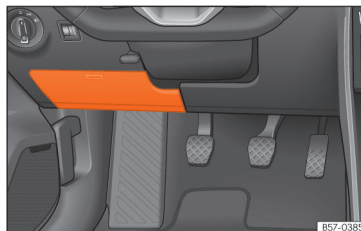

Fig. 199 No painel de instrumentos do lado do condutor: tampa da caixa de fusíveis.
- **Abzir:** recline a cobertura para baixo >>> Fig. 199.